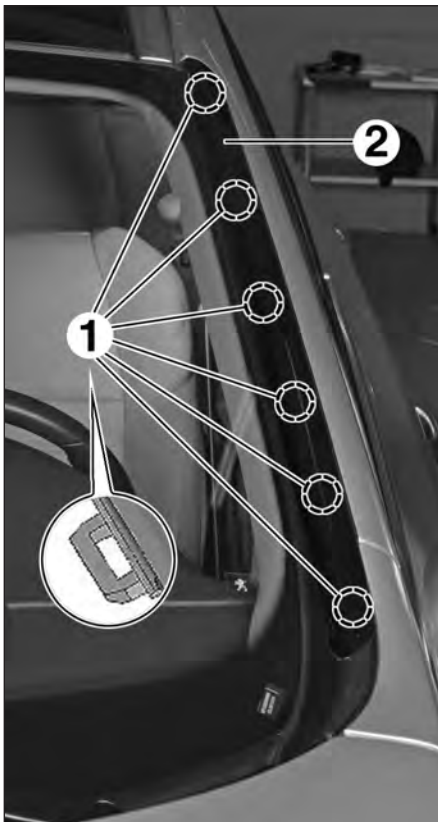
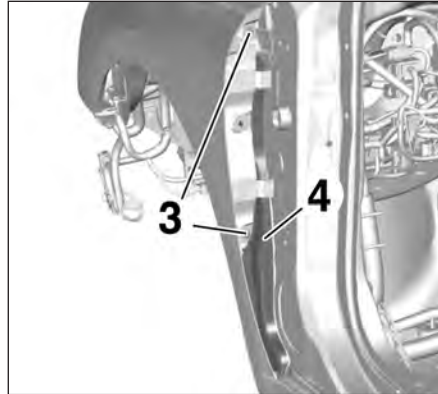

FIG.151
FIG.152
- Dégrafer les languettes (1) des agrafes en commençant par le bas vers l'extérieur (Fig.151).
- l'enjoliveur des montants de baie de pare-brise (2),
- les vis (3) (Fig.152),
- le cache de fermeture d'aile (4),